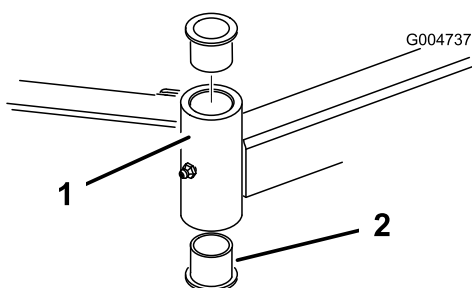

Figura 82
4. Introduza um punção para cavilhas na zona superior ou inferior do tubo de montagem e retire o casquilho para fora do tubo (Figura 82).